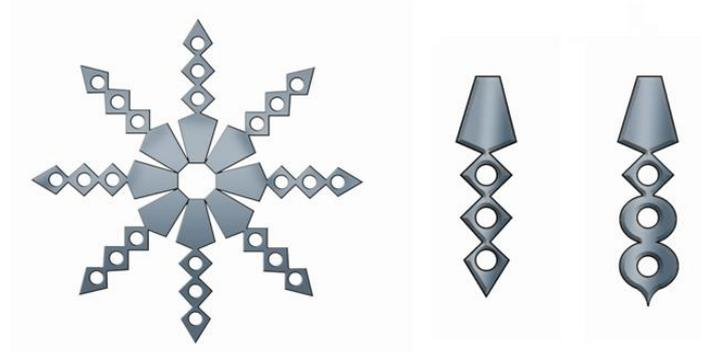

Рис. 1 Солярный знак. Образцы лучей солярного знака.
1. Разработайте процесс (порядок) изготовления луча соляного знака. Образцы лучей (рис. 1) не разрабатывать.